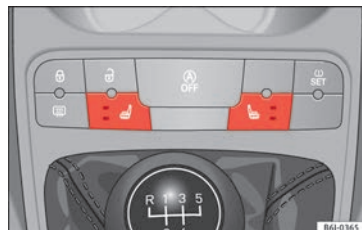

Fig. 100 Contacteur du chauffage des sièges avant.
- Appuyez sur le contacteur correspondant » fig. 100 pour activer le chauffage du siège.
- Une pression sur la touche active le chauffage à l'intensité maximale. Les deux LED s'allument » fig. 100. Après 15 minutes à intensité maximale, la LED supérieure s'éteint, le système se désactive pendant 2 minutes et, une fois ce délai écoulé, le système se remet en fonctionnement à intensité minimale (la LED inférieure reste toujours allumée).
① ATTENTION